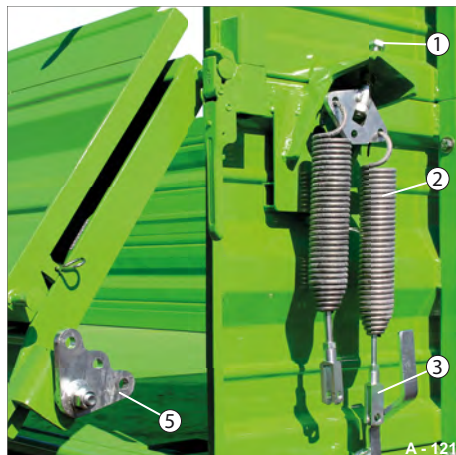

Abb. 122 Hebefedern, ausgehängt
- ▶ Lösen Sie die Spansschraube (Abb. 122/1) mit Sechskantschlüssel. Die Doppel-Zugfedern entspannen sich.
- ▶ Drehen Sie die Steckbolzen (Abb. 122/4) aus den Gabelköpfen (Abb. 122/3) und dem Halter (Abb. 122/5) heraus.
- ▶ Positionieren Sie den Halter (Abb. 122/5) in die Gabelköpfe (Abb. 122/3) - in die äußeren Bohrungen.
- ▶ Stecken Sie die Steckbolzen (Abb. 122/4) durch die Gabelköpfe und Halter durch und ziehen Sie diese fest an.
- ▶ Ziehen Sie die Spansschraube (Abb. 122/1) an. Die Hebefedern werden gespannt.